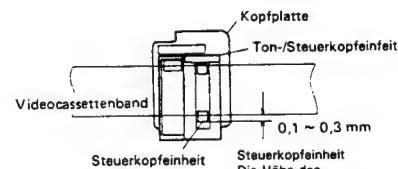
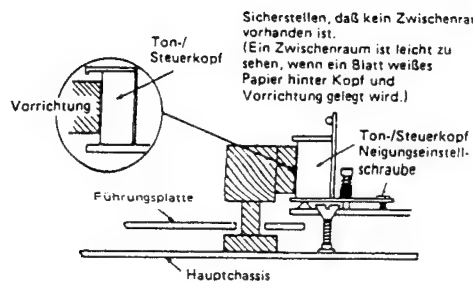

Abbildung 1-16.
Abbildung 1-19.
• Auswechseln (Siehe Abb. 1-16 und Abb. 1-17.)
2. Die Neigungseinstellschraube ② mit einem Kreuzschlitzschraubenzieher lösen.
3. Die Azimuteinstellschraube ⑤ (3P + 8S) mit einem Kreuzschlitzschraubenzieher abschrauben.
4. Die Ton-/Steuerkopfschraube ④ mit einem Kreuzschlitzschraubenzieher abschrauben, wobei auf die Feder ⑦ zwischen der Ton-/Steuerkopfschraube ④ und der Ton-/Steuerkopfeinheit ① zu achten ist.
6. Die Ton-/Steuerkopfeinheit ① so anbringen, daß sich der Arm und die Platte des Ton-/Steuerkopfes fast parallel zueinander befinden.
7. Den Ton-/Steuerkopf-Neigungswinkel gemäß Abb. 1-19 einstellen.
8. Ein Abgleichband wiedergeben, und die Höhe des Ton-/Steuerkopfes nach Augenmaß grob einstellen, wobei die Sechskantmutter zur Einstellung des Ton-/Steuerkopfes mit dem Spezialstiftschlüssel zu drehen ist, bis sich das Band in der nachstehend gezeigten Lage befindet. (Siehe Abb. 1-16.)
9. Das Gerät auf die Entlade-Betriebsart einstellen. Die Ton-/Steuerkopf-Neigungseinstellvorrichtung gemäß Abb. 1-19 und 1-20 auf das Hauptchassis stellen. Die Einstellschraube mit einem Sechskantstiftschlüssel (1,5mm, JiGHW-0015) langsam drehen, bis zwischen der Vorrichtung und dem Ton-/Steuerkopf kein Zwischenraum mehr vorhanden ist.
2. Den Neigungswinkel des Ton-/Steuerkopfes gemäß Abb. 1-19 einstellen.